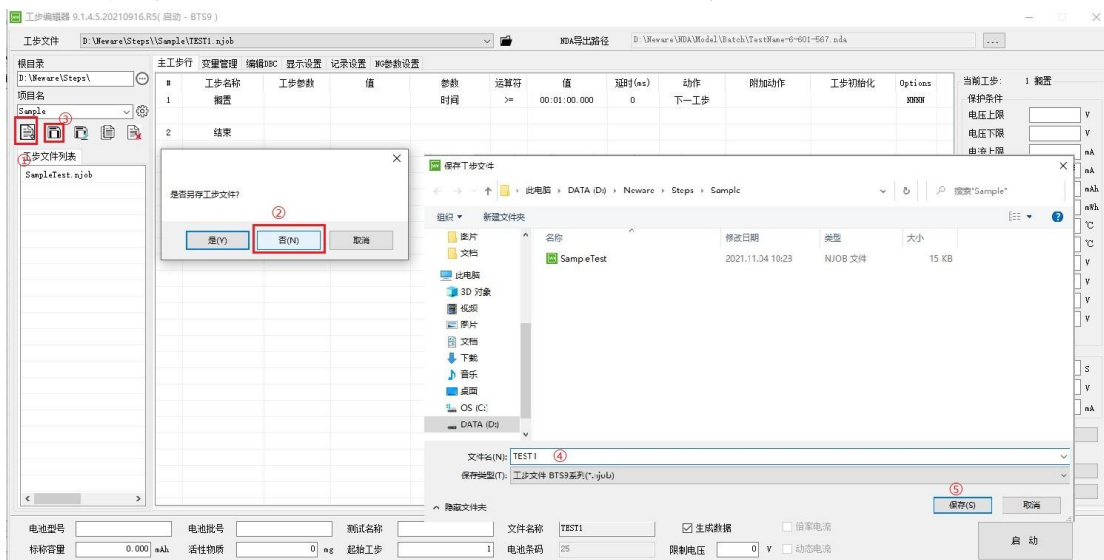

图 8-21 新建测试文件.njob
2.)根据上图所示的测试流程，先在主工步行建立新的工步文件（命名为 TEST1），如图 8-21 所示：